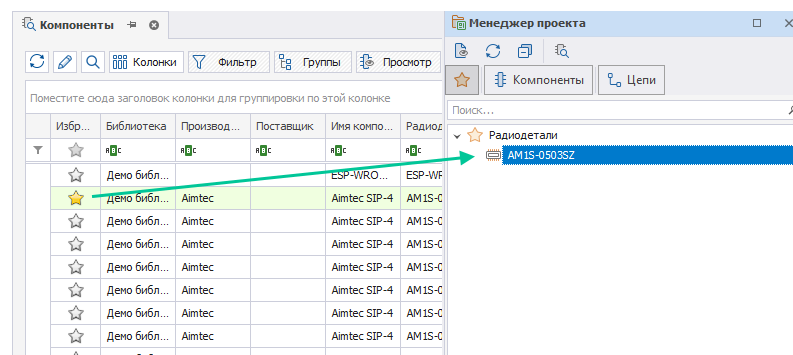

Рис. 43 Добавление радиодетали на вкладку «Избранное» панели «Менеджер проекта»
2. Навести курсор на колонку «Избранное» и нажать на ☆, см. Рис. 43.